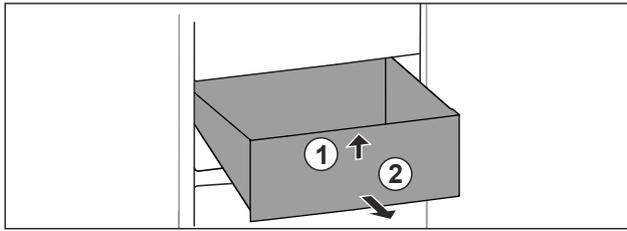

Fig. 80
- ▶ Schubfach vorne anheben. Fig. 80 (1)
- ▶ Schubfach nach vorne entnehmen. Fig. 80 (2)